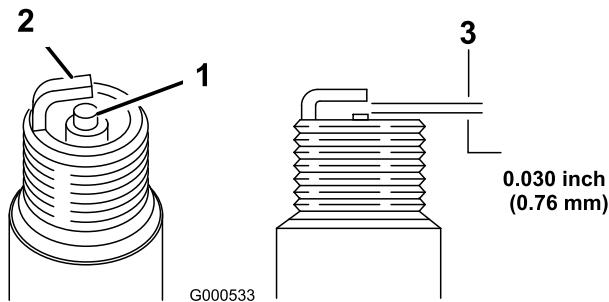

Figure 18
- Réglez l'écartement des électrodes à 0,76 mm (0,030 po) (Figure 18).